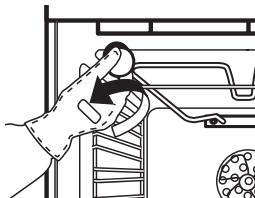

fig. 5
- Desaperte a cobertura da lâmpada (Fig. 5), substitua a lâmpada (consulte a nota para ver o tipo de lâmpada) e apafuse novamente a cobertura da lâmpada.